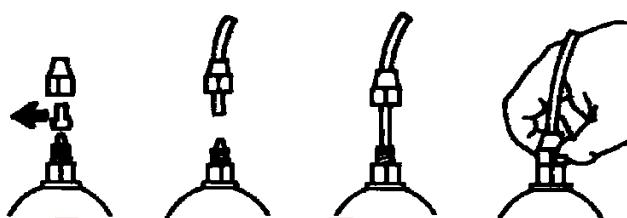

Fig. 7
e. Sfilare la due capsule rosse di protezione dai raccordi, inserire fino in fondo i tubetti sui relativi attacchi conici e bloccarli con le apposite ghiere di fissaggio (Fig. 7).